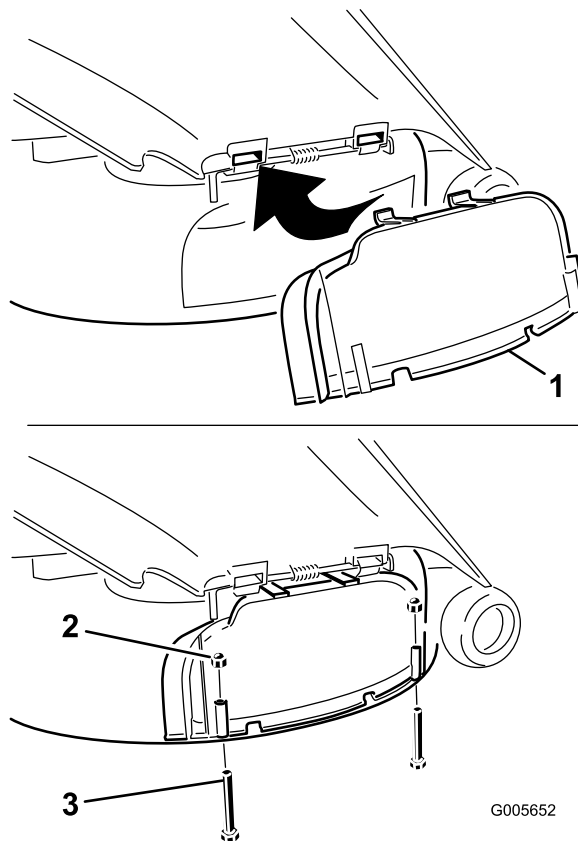

Bild 24
Abdeckung des Auswurfkanals nach unten über die Öffnung und auf die untere Lippe des Mähwerks (Bild 24).
- Befestigen Sie die Abdeckung des Auswurfkanals mit zwei Schrauben (1/4 x 2-1/2 Zoll) und zwei Kopfmutter (1/4 Zoll) an der unteren Lippe des Mähwerks, siehe Bild 24.